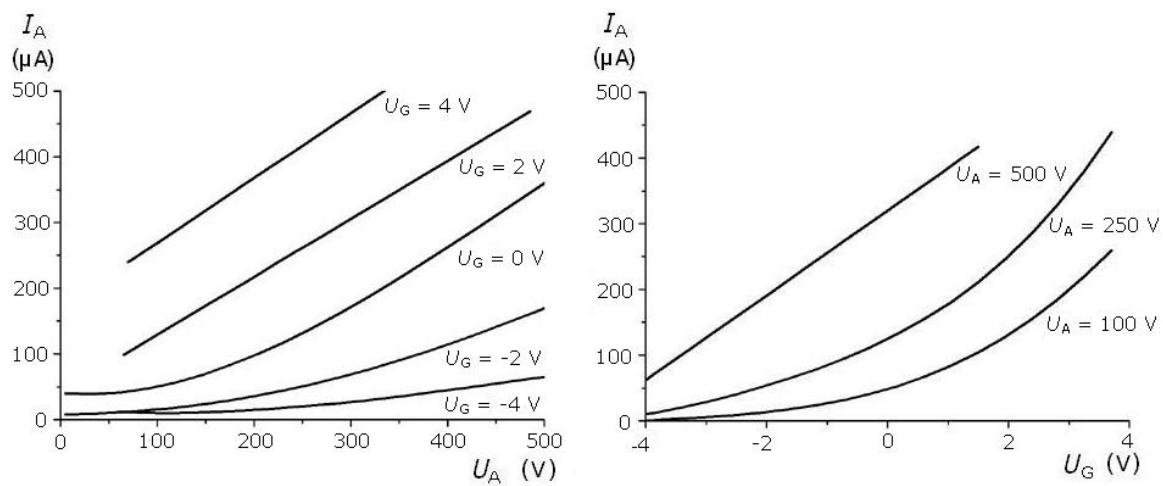

Fig. 2 Trioden-Kennlinien
- $I_A - U_A$  – Kennlinien: Für konstante Gitterspannungen Anodenstrom in Abhängigkeit der Anodenspannung bestimmen und Wertepaare grafisch darstellen (siehe Fig. 2).
- $I_A - U_G$  – Kennlinien: Für konstante Anodenspannungen Anodenstrom in Abhängigkeit der Gitterspannung bestimmen und Wertepaare grafisch darstellen (siehe Fig. 2).